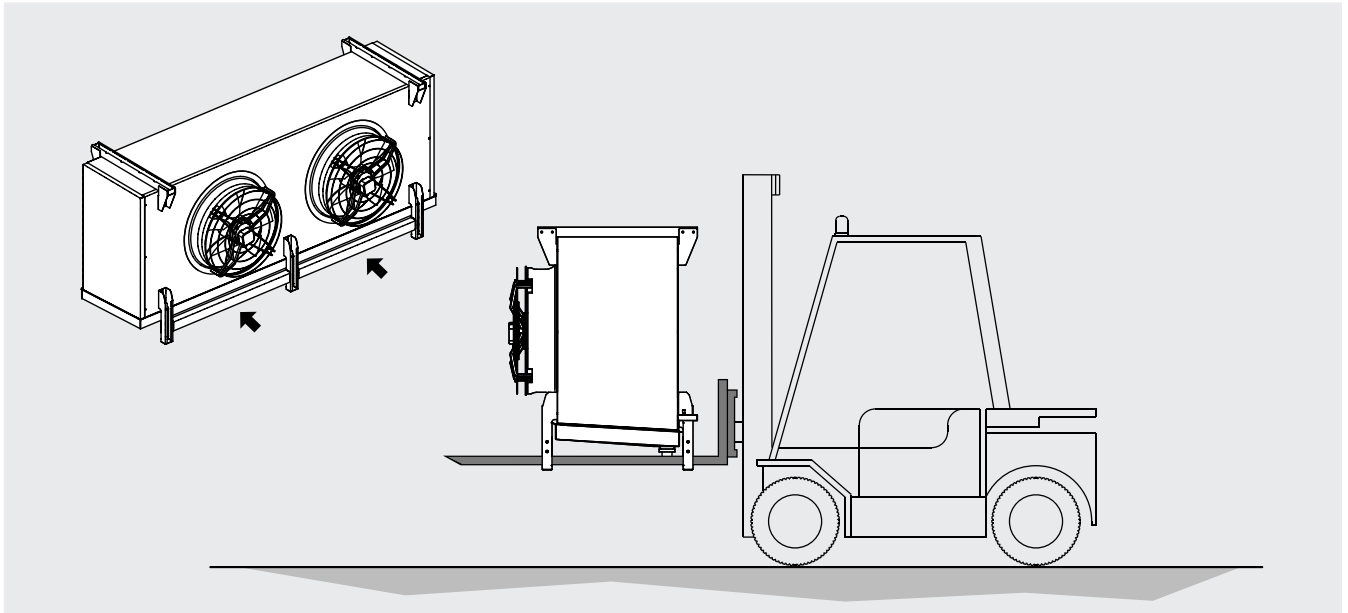

Figura 3
- 5.11 I modelli Ø630 e Ø800 possono essere dotati di traversi sulle gambe di appoggio adatti al sollevamento con le forche di un muletto. Si osservi la Figura 3.